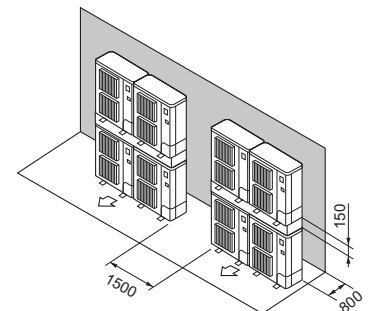

Fig. 3-17
- ⑦ Διάταξη μονάδων σε στοιβά (Fig. 3-17)